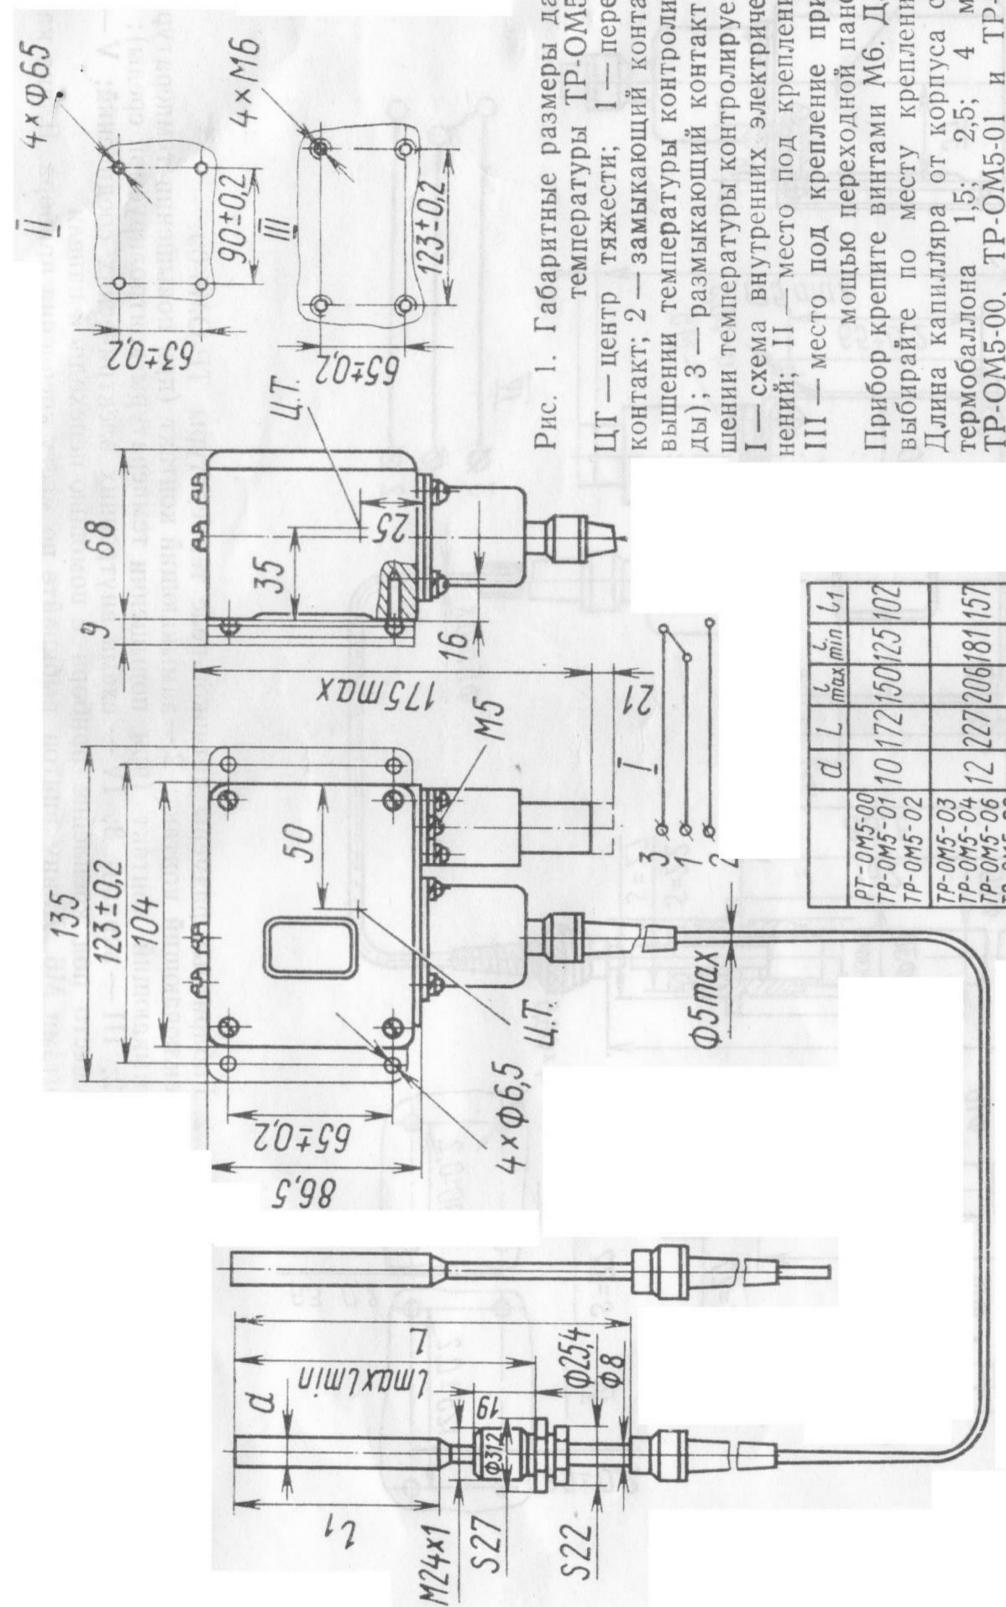

Рис. 1. Габаритные размеры датчиков-реле температуры TR-OM5:
8.1. Установочные и присоединительные размеры прибора указаны на габаритных чертежах (см. рис. 1, 2).
2.16. Габаритные, установочные и присоединительные размеры прибора, соответствуют размерам, указанным на рис. 1, 2.